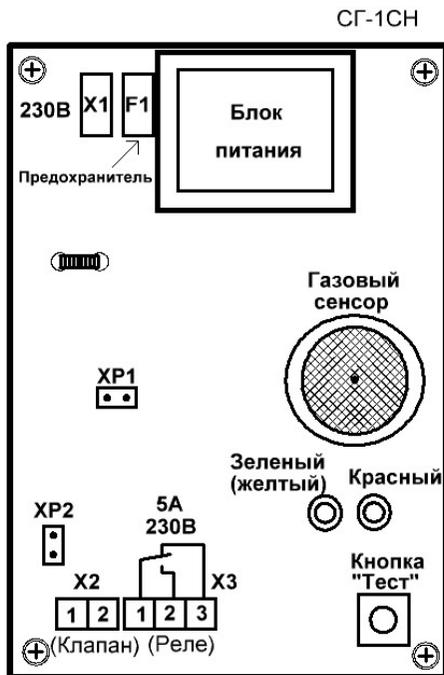

Рисунок 1. Внешний вид сигнализатора СГ-1СН (без крышки).
Внешний вид сигнализатора СГ-1СНм, СГ-1СНпб без крышки, представлен на рис. 1.
- нажать кнопку «ТЕСТ», для контроля срабатывания, (рисунок 1);
- нажать кнопку «ТЕСТ», для контроля срабатывания, (рис. 1,2.),